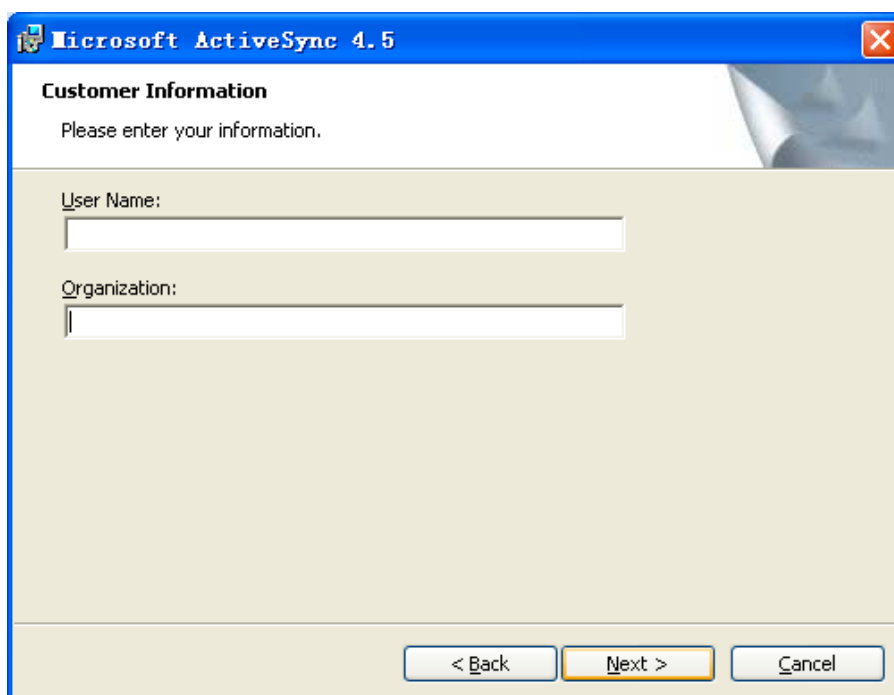
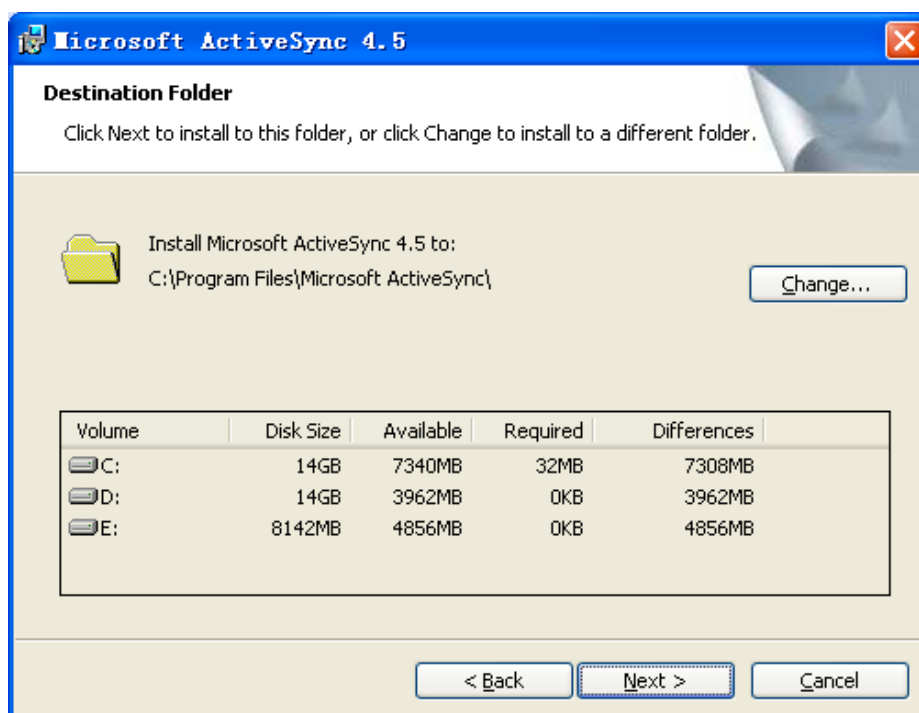
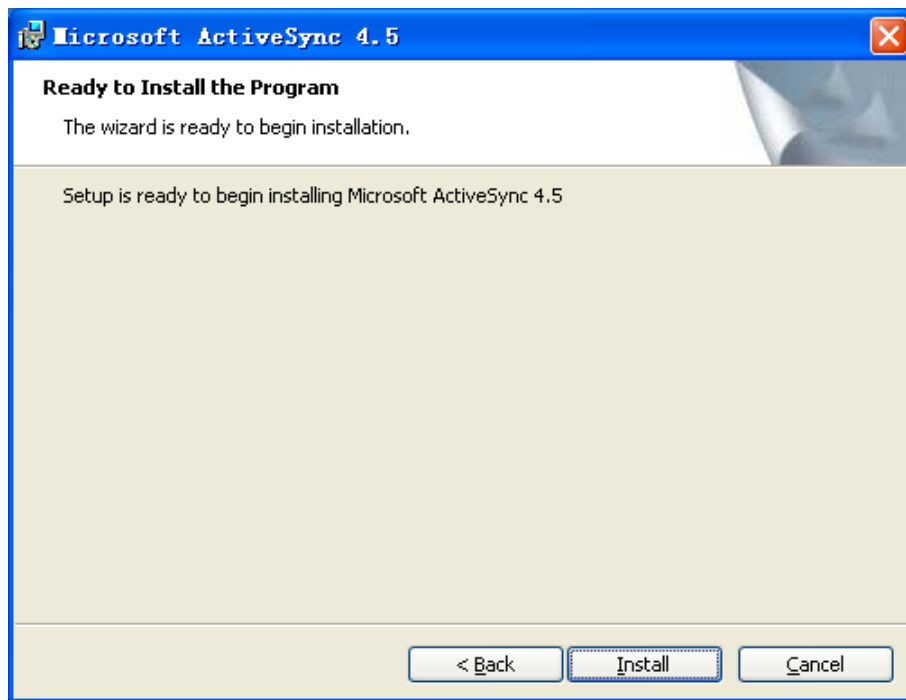
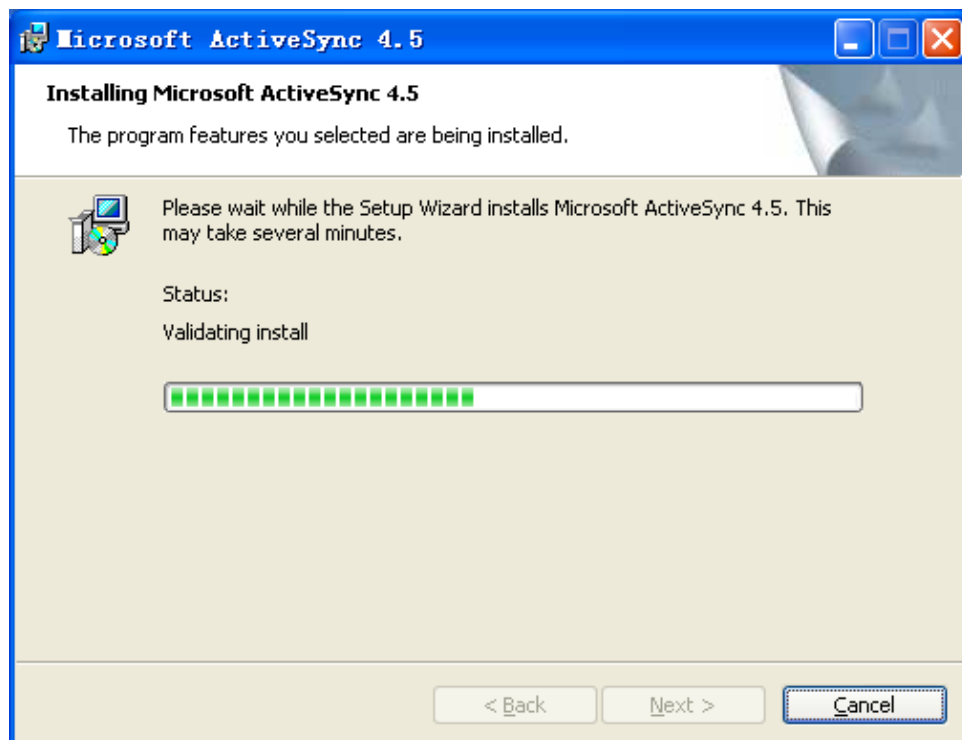

图 6-3
图 6-4
图 6-5
图 6-6
4. 在图 6-2 界面中选择 ‘I accept the terms in the license agreement’ 然后点击 ‘Next’ 按钮进入图 6-3 界面。
5. 在图 6-3 界面中可输入 ‘User Name’ 用户名及 ‘Organization’ 组织/公司信息，输入完成后点击 ‘Next’ 按钮进入图 6-4 界面。
6. 在图 6-4 界面中程序默认安装路径 ‘C:\Program Files\Microsoft ActiveSync’ 可以通过点击 ‘Change’ 按钮重新选择程序安装路径，否则点击 ‘Next’ 按钮进入图 6-5 界面，程序将依据默认路径安装。
7. 确认之前操作无误后在图 6-5 界面中点击‘Install’按钮开始程序安装，界面如图 6-6；